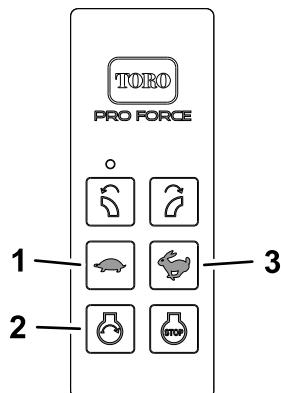

図 19
1. ハンドヘルドリモートのエンジン始動ボタン図 19 を長押しエンジンが始動するまで。
3. ハンドヘルドリモートのエンジン速度上昇ボタンやエンジン速度降下ボタンを使ってエンジンの回転速度を調整する図 19。